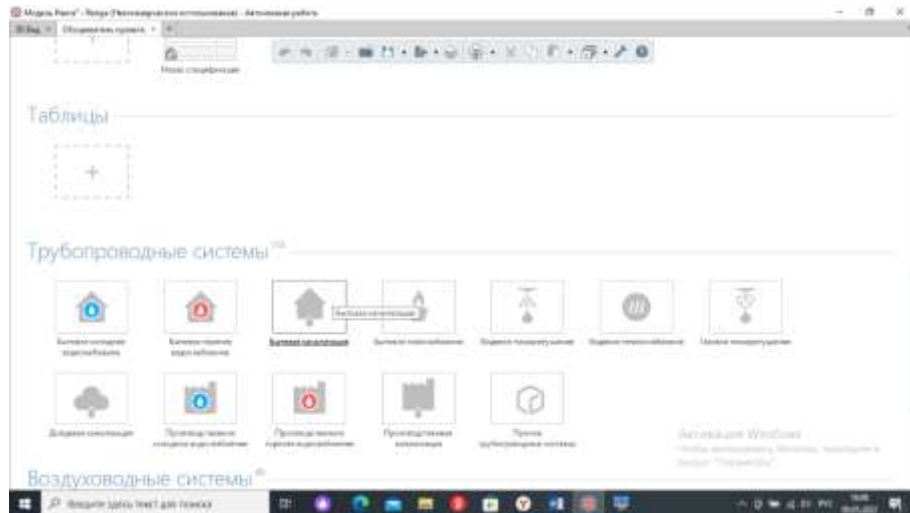

Рисунок 6.14 – Раздел «Бытовая канализация»
5. Перейдите во вкладку Обозреватель проекта / Трубопроводные системы / Бытовая канализация, см. рис.6.14.